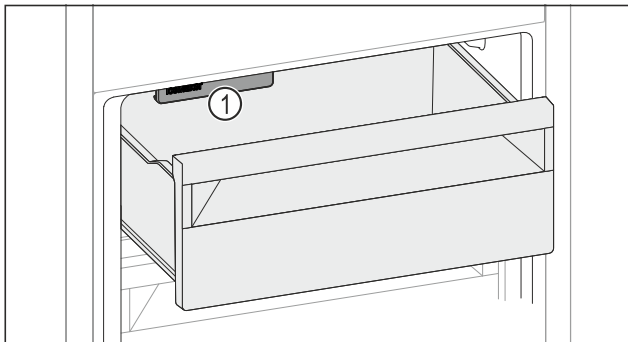

Fig. 217
- Atsižvelkite IceMaker Fig. 217 (1).